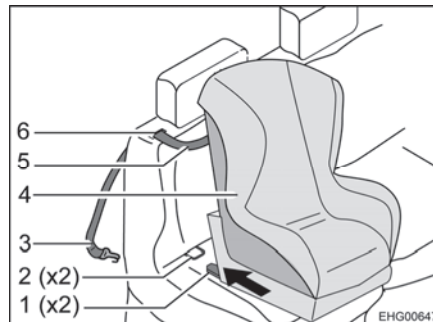

Fig. 15 Fissaggio con Top Tether
- Far passare la cintura Top Tether (Fig. 15,5) nella fessura (Fig. 15,6) nel cuscino dello schienale (accanto al poggiatesta).
- Agganciare il gancio di fissaggio (Fig. 15,3) al punto di ancoraggio sul retro del sedile del veicolo.
- Innestare i braccetti di ritenuta (Fig. 15,1) nella staffa di supporto (Fig. 14,1 e Fig. 15,2). Al momento dell'innesto dovrebbe essere possibile sentire un "clic".
- Scuotere con decisione il seggiolino per bambini (Fig. 15,4) per verificare che sia ben fissato.